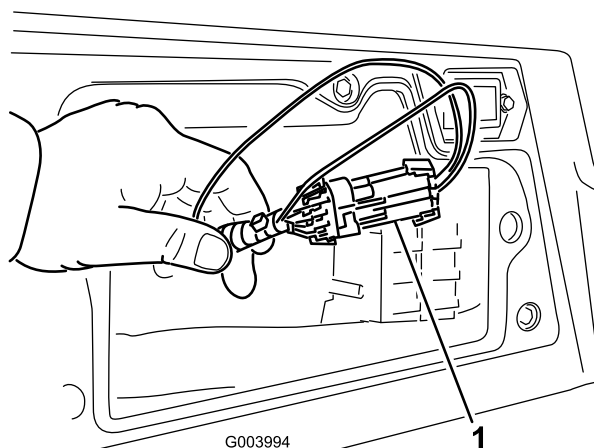

Рисунок 50
3. Найдите жгут проводов и разъемы рядом с регулятором (Рисунок 50).